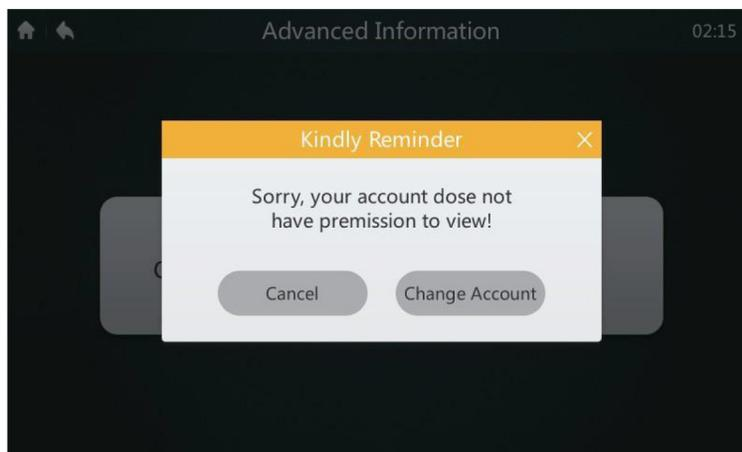

Figura 45.
1. Solamente la identidad del técnico instalador o del administrador podrá utilizarse para acceder al controlador central (ver manual técnico ó bien contactar a soporte técnico) y visualizar la información de parámetros. El sistema indicará al usuario común que no se dispone de permiso para ver los datos, como se muestra en la **Figura 45**.